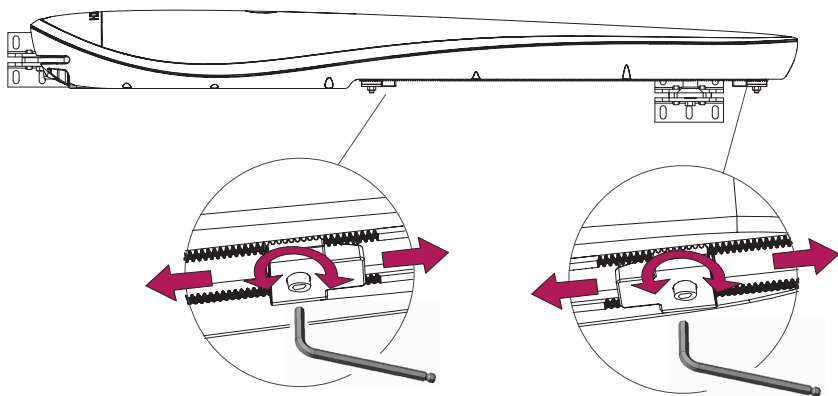

Рисунок 16. Регулировка механических упоров привода
- Вручную установите створку в положение открытия ворот и переместите соответствующий упор до срабатывания (размыкания/характерный щелчок) выключателя упора (рис. 16).